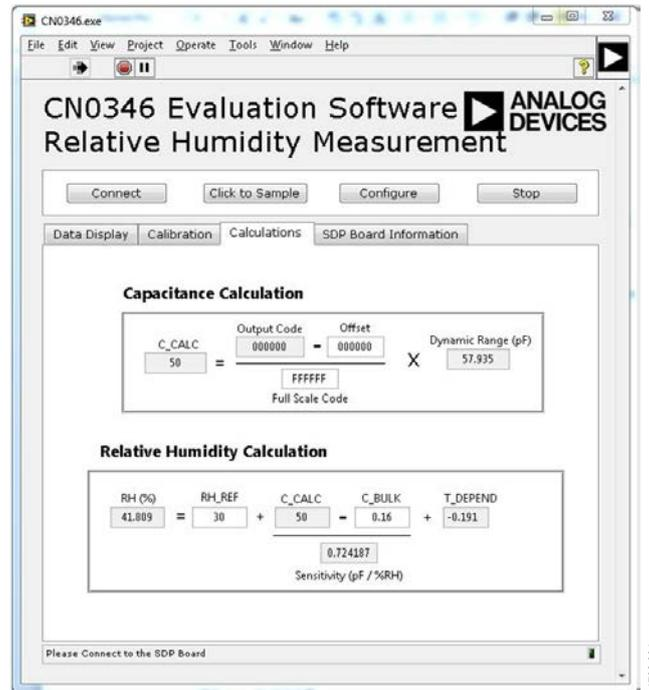

図 4. CN-0346 評価用ソフトウェアのスクリーンショット (**Calculations** タブ)
**Calculations** タブにある **Relative Humidity Calculation** の該当フィールドに感度を入力します (図 4 を参照)。10% RH キャリブレーション・ポイントを使い、**C\_BULK** フィールドと **RH\_REF** (%) フィールドに値を入力します。